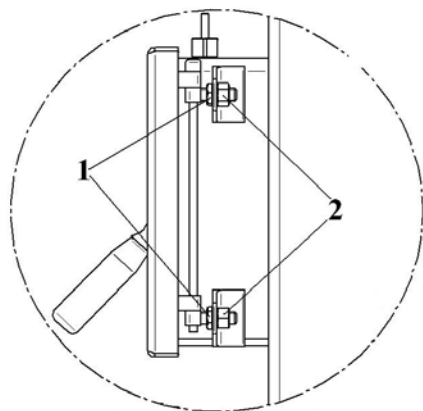

fig.23
- se strânge piulița **2** după care se strânge contrapiulița **1** (fig. 23)